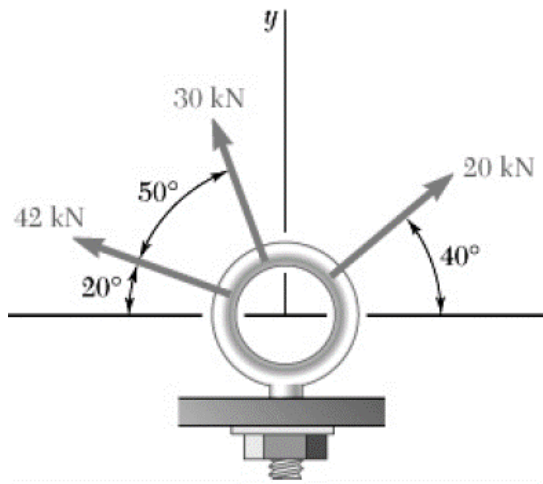

Figura 2.12
2.2.6 Determine a tensão normal e a tensão de corte do parafuso de diâmetro de 20mm da Figura 2.12.